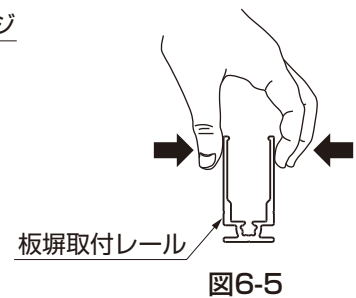

図6-5
- 板塀レール取付スペーサーが板塀取付レールにはまる部分を手で調整すると仮固定ができます。(図6-5参照)
(2) H24・H29 フレーム付仕様の場合 ※図は3枚取付けを示します。